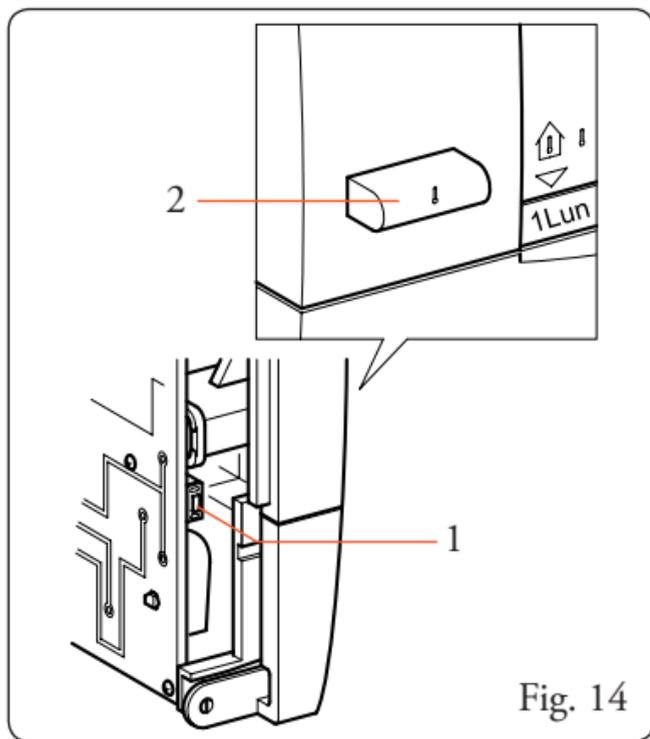

Fig. 14
- 2) Premere e tenere premuto il tasto (Fig. 14 pos. 1).
- 3) Premere il pulsante  (Fig. 14 pos. 2) posto sul frontale del pannello comandi.
- 4) Rilasciare il tasto (Fig. 14 pos. 1). Sul display comparirà dopo alcuni secondi la scritta "**cnf**". A questo punto parte una temporizzazione di 10 secondi, terminata la quale scompare la scritta "**cnf**" e la funzione viene terminata.
- 5) Rilasciare il pulsante  (Fig. 14 pos. 2) posto sul frontale del pannello comandi.